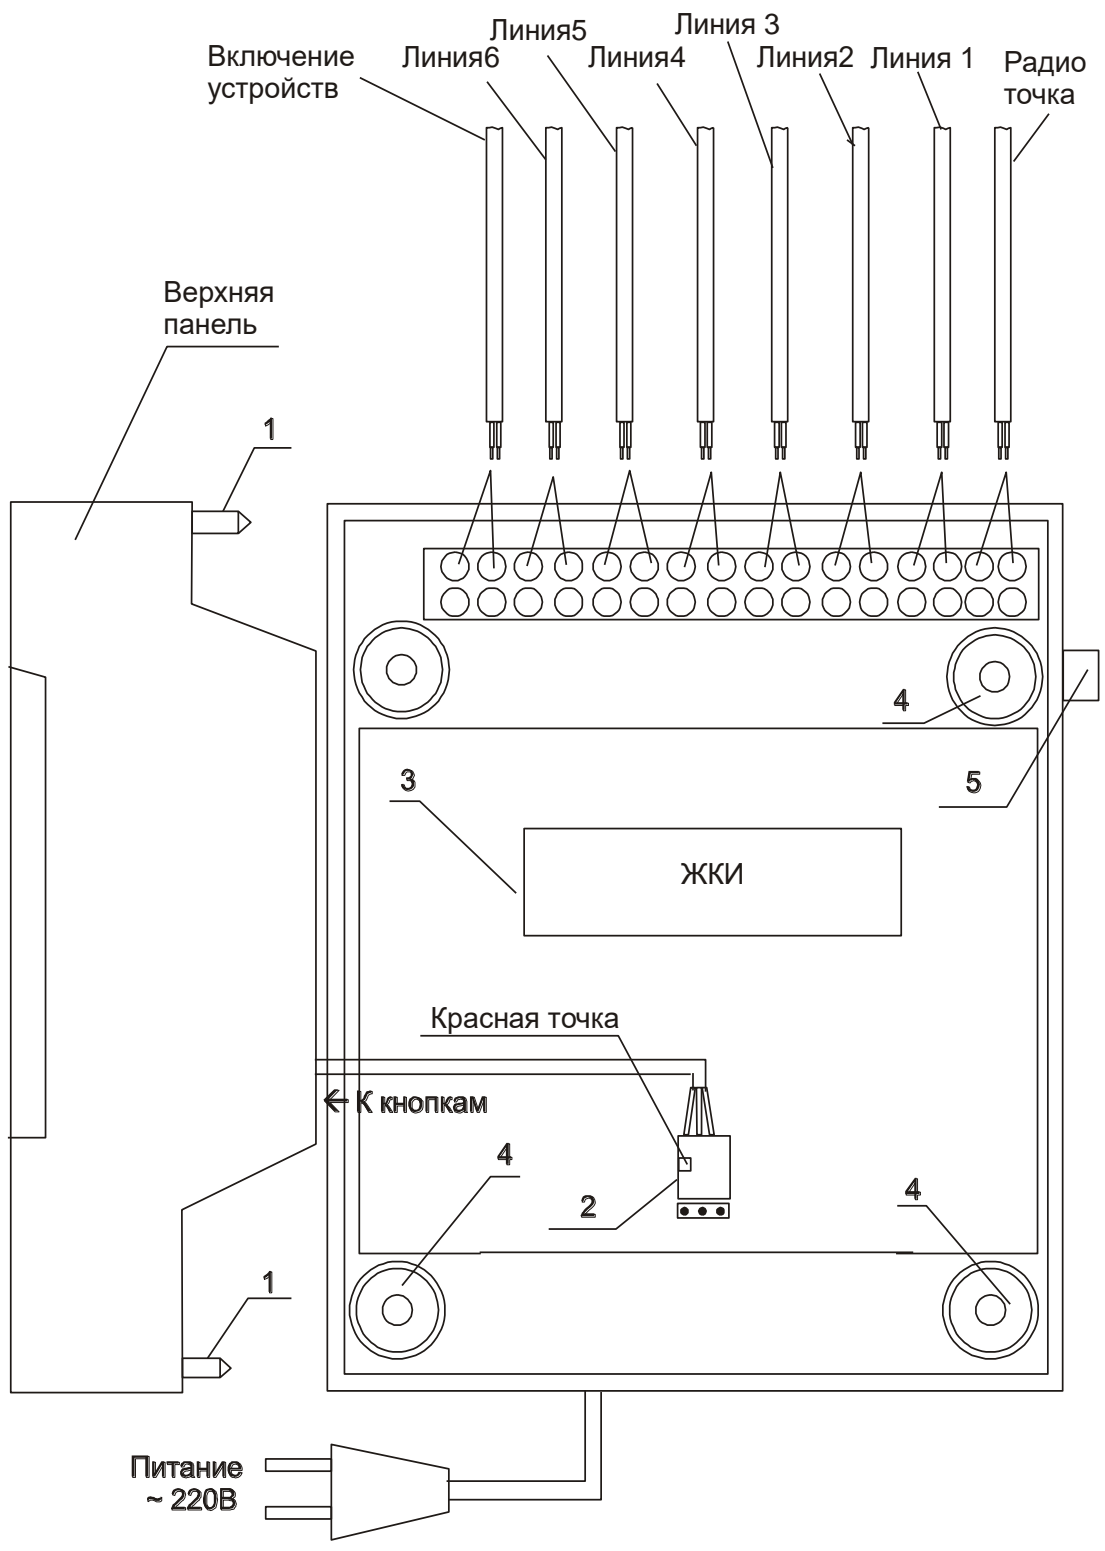

Рис. 1.
4.1 Выверните четыре винта 1, расположенных на верхней панели ЧС (см. Рис.1). Осторожно снимите верхнюю панель и отсоедините разъем 2, соединяющий кнопки с печатной платой 3.
- линии вторичных часов №№ 1, 2, 3, 4, 5 и 6, а также линию радиотрансляции в соответствии со схемой рис.1;
- линию включения внешних устройств в соответствии со схемой рис. 1 и 2.